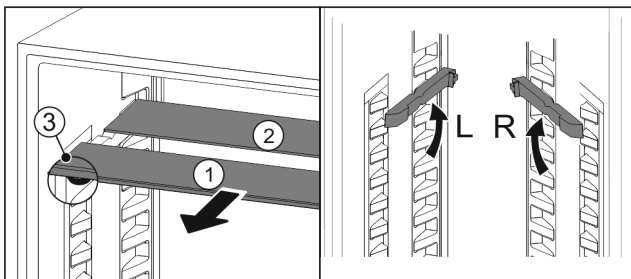

Fig. 71
- ▶ estrarre i ripiani di vetro singolarmente tirando in avanti Fig. 71 (1).
- ▷ Il piano in vetro Fig. 71 (1) con il motivo ornamentale è nella parte anteriore.
- ▷ I fermi Fig. 71 (3) sono rivolti verso il basso.